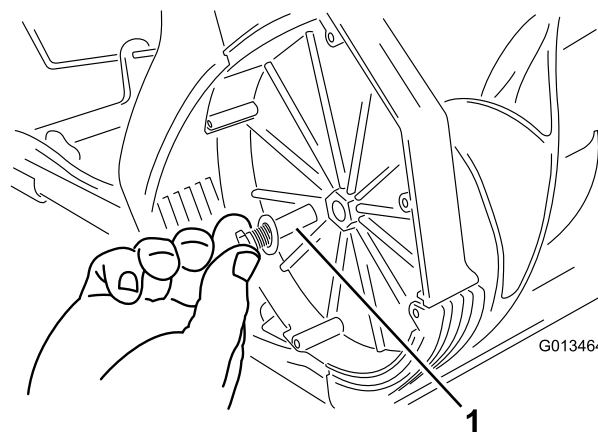

Bild 16
2. Nehmen Sie den Rotorstift ab (Bild 16).